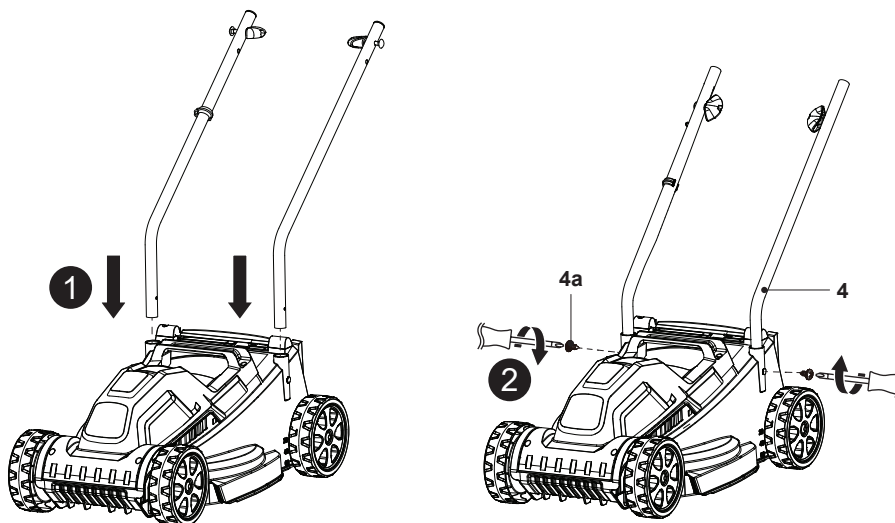

Fig. 1
1. Insérer les guidons inférieurs (4) dans les fentes situées de chaque côté du carter de la tondeuse (Fig. 1).
2. Utiliser les 2 vis (4a) fournies pour fixer chaque guidon sur le carter (Fig. 1).